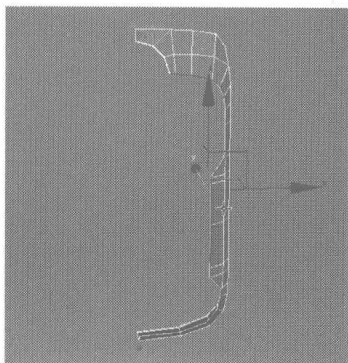
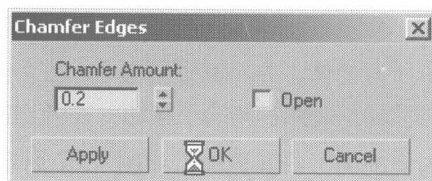

图 4.79
图 4.80
- 28** 隐藏手机盖，选择如图 4.79 所示的边线，在 Edit Edges 卷展栏中单击 **Chamfer** 右侧的小按钮，在弹出的对话框中设置倒角参数，如图 4.80 所示，然后将倒角后的一些多余节点进行焊接。